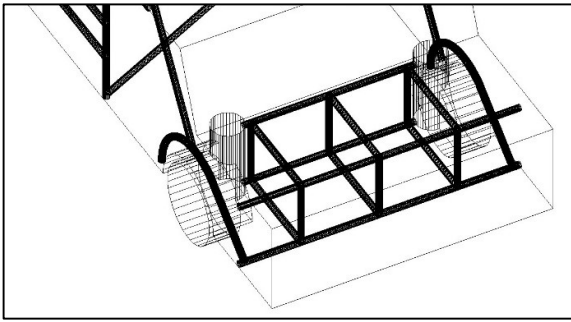

Bild 6: Variante A
- Zusätzlich dürfen in den hinteren Radkästen gebogene Rohre mit einer Stärke von max. 42 mm Durchmesser und einer Wandstärke von 3,2 mm eingeschweißt werden (siehe Bild 6 und 7). Diese Rohre dürfen hinter den Federbein-Domen mit dem hinteren Rahmen verbunden werden. Hierfür gibt es 2 Varianten. Variante A sieht die Verbindung mit der unteren Querstrebe des hinteren Rahmens vor (Siehe Bild 6), Variante B sieht die Verbindung mit der oberen Querstrebe des hinteren Rahmens vor (Siehe Bild 7). Die Domstrebe darf mit diesen Rohren verbunden werden.